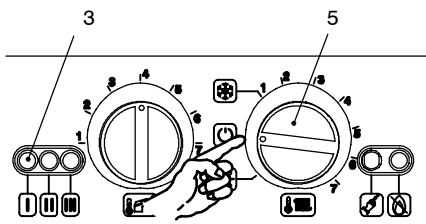

fig. 6.5
- 21 Spegner la caldaia portando il selettore 5 sulla posizione "☉" fig. 6.5